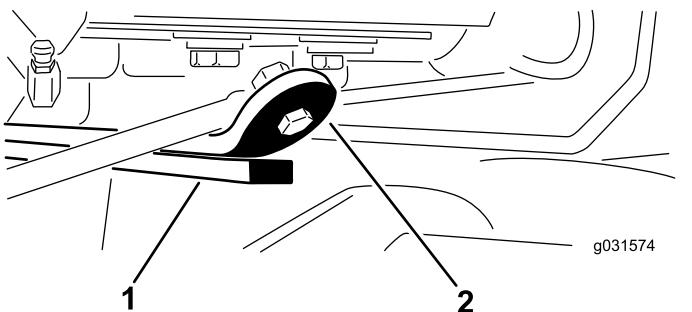

Figura 14
7. Ligue o motor, eleve as unidades de corte e certifique-se de que a folga entre a fita de atrito na barra de atrito da parte superior da unidade de corte traseira e a correia do para-choques é de 0,51 a 2,54 mm, como se mostra na Figura 14.